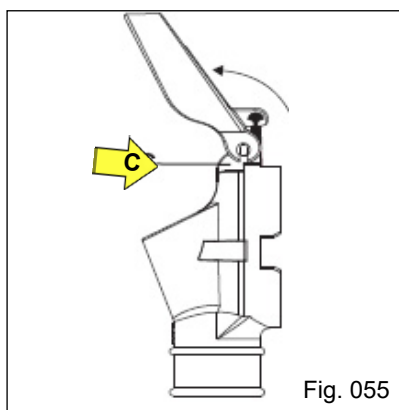
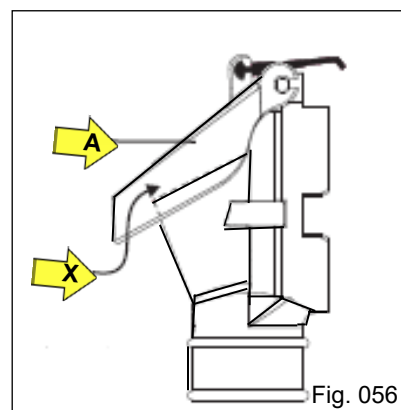

Fig. 055
Fig. 056
b) Introduza a tampa até o final do canal e faça o giro da mesma (Fig. 055), observando a mesma posição nos dois lados dos pinos do bocal. Após gire até o batente "X" da face superior do bocal (Fig. 056).